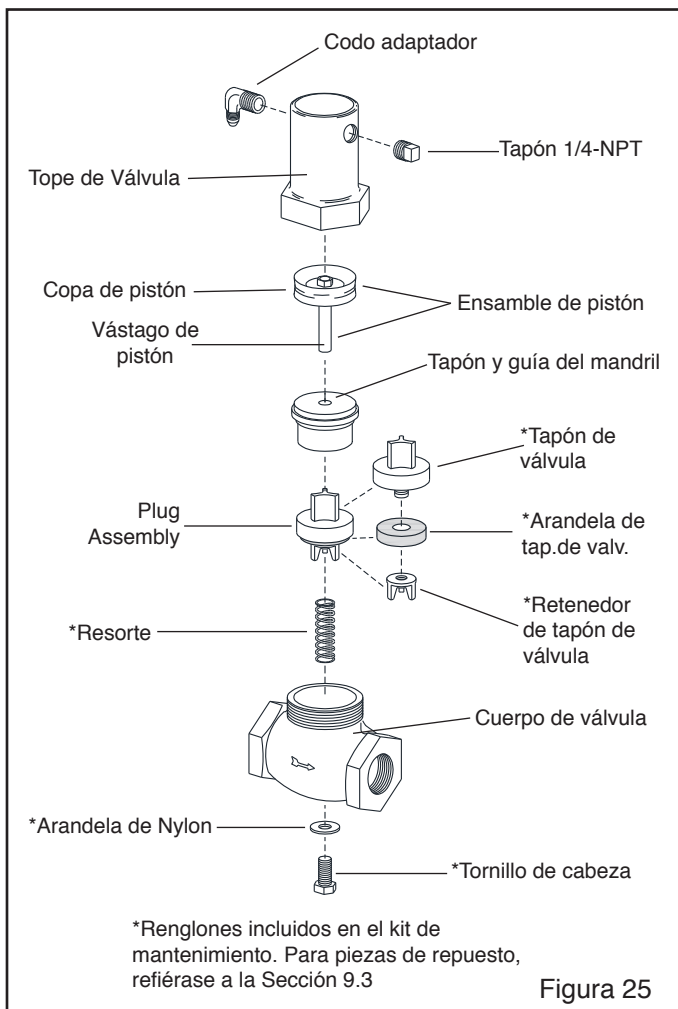

Figura 25
7.4 Válvula de Salida del Pistón, Refiérase a la Figura 25.